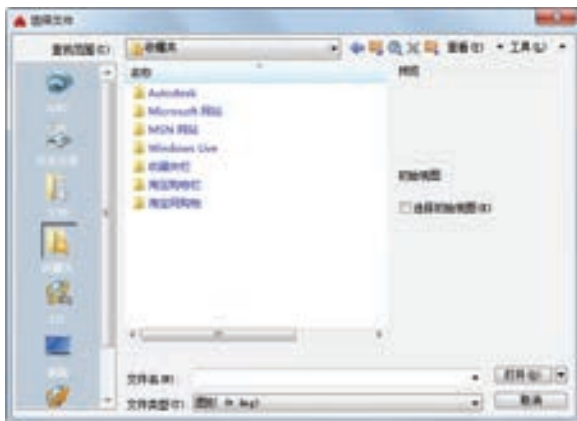

图 5-18 “选择文件”对话框
15) 输入文字：选择此项，系统打开“选择文件”对话框，如图 5-18 所示，可以选择任意 ASCII 或 RTF 格式的文件。输入的文字保留原始字符格式和样式特性，但可以在多行文字编辑器中编辑和格式化输入的文字。选择要输入的文本文件后，可以替换选定的文字或全部文字，或在文字边界内将插入的文字附加到选定的文字中。输入文字的文件必须小于 32K。